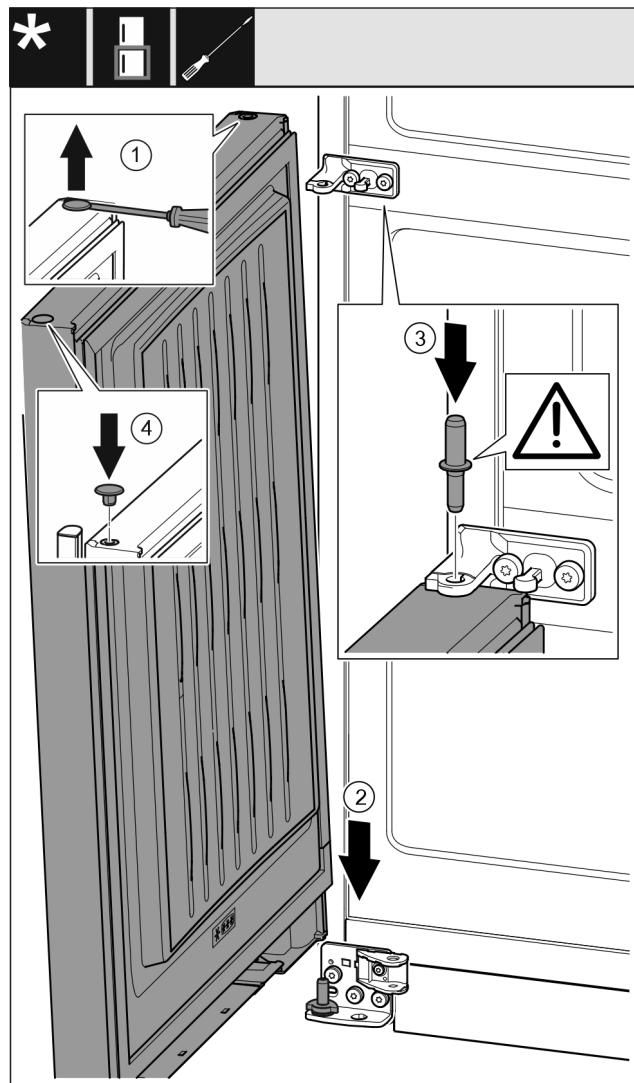

Fig. 41
- S ploščatim izvijačem previdno dvignite čep in ga izvlecite. Fig. 41 (1)
- Vrata od zgoraj nasadite na spodnji ležajni sornik. Fig. 41 (2)
- Ležajni sornik na sredini vstavite skozi ležajni podstavek na sredini v vodilo spodnjih vrat. Pri tem pazite na to, da je zaskočni zapah obrnjen nazaj. Fig. 41 (3)
- Čep ponovno vstavite na drugi strani vrat. Fig. 41 (4)